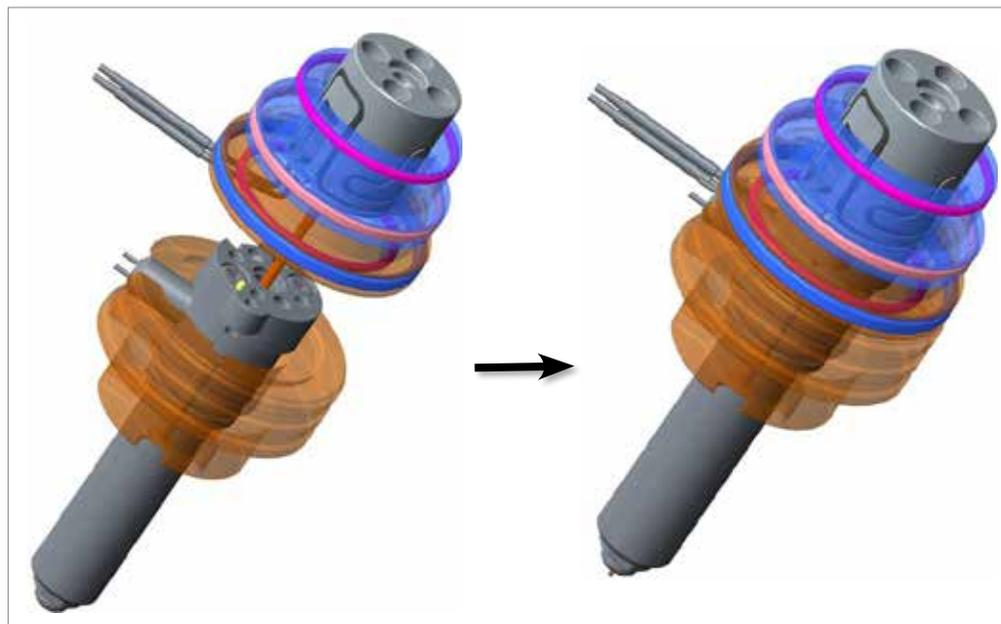

Figura 11-17 Conexión del cojinete de la válvula al cuerpo térmico
16. Coloque la espiga en el cojinete de la válvula para alinearla con la ranura del cuerpo térmico. Conecte con cuidado la unidad del cojinete de la válvula al cuerpo térmico. Consulte la Figura 11-17.